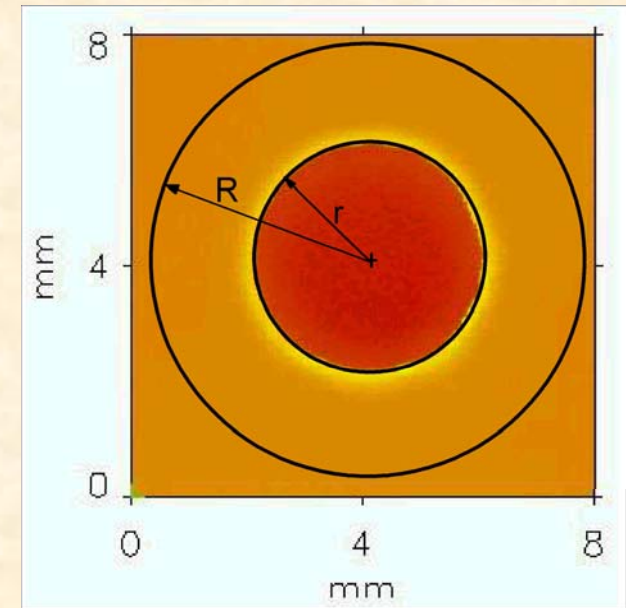

Abb. 1: das 3D-Profil unterteilt in Krater (r) und Kraterrand (R)
- für die Volumenauswertung können die Bereiche Krater bzw. Kraterrand definiert werden (s. Abb. 1)